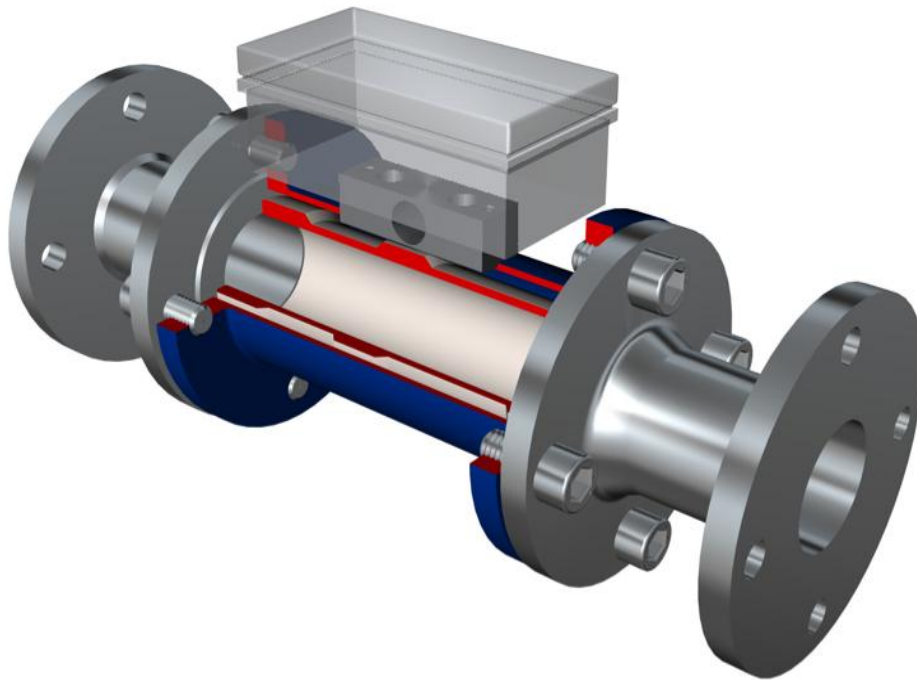

Abb. 4: Einbau des Messrohres
- Achten Sie auf den notwendigen Abstand von Ventilen, Krümmern, Gebläsen und Zellradschleusen sowie sonstigen Messstutzen wie Druck- und Temperaturfühlern etc. zur Messstelle siehe Abb. 4.